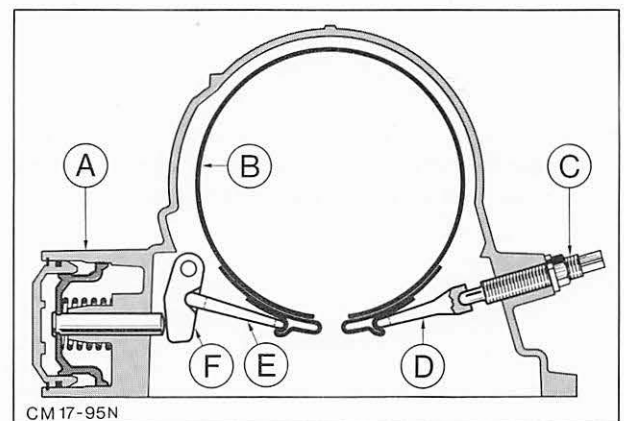

Abb. 93 Vorderes Bremsband montiert
43. Vorderes Bremsband einlegen und Druckstücke mit Einstellschraube montieren, dabei mit dem am Servokolben liegenden Druckstück beginnen. Abb. 93. Drahtbügel entfernen. Einstellschraube so weit andrehen, daß ein Herausfallen der Druckstücke nicht möglich ist.